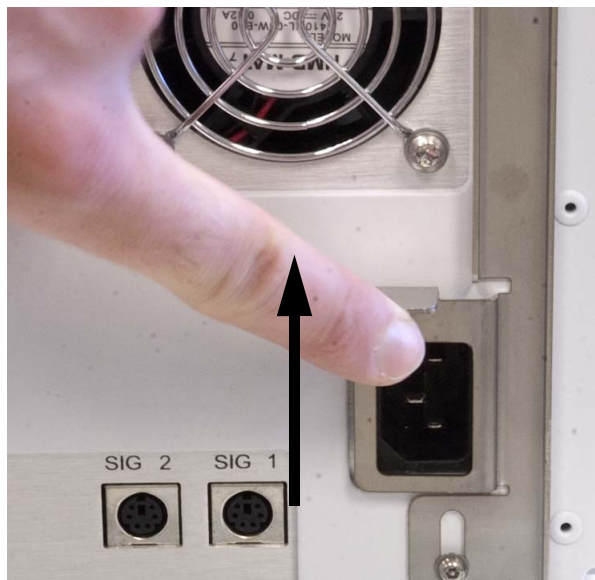

図 3 電源コードジャック
- 6 安全ブラケットを引き上げ、電源コードをメインフレーム背面に差し込みます (図 3)。